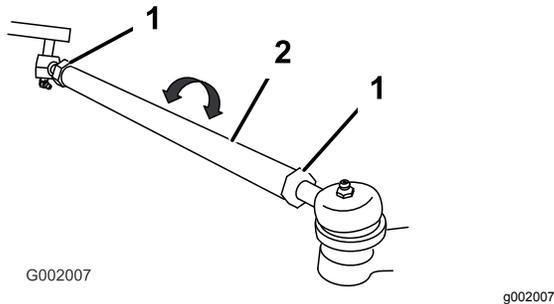

図 49
5. 前後の測定値の差が所定範囲にない場合、タイロッド両端のジャムナットを外して調整を行う 図 49。